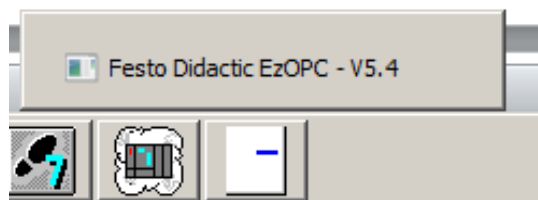
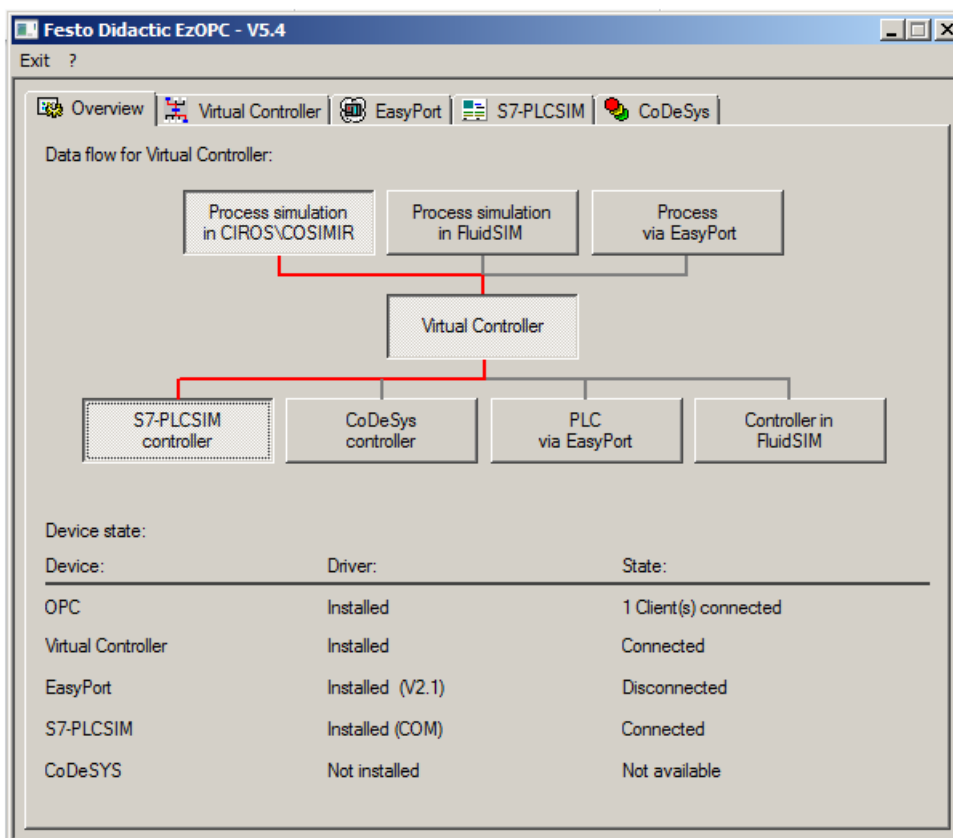

Рисунок 23 – Новое окно в панели задач Windows - EzOPC v5.4
Рисунок 24 – Окно EzOPC
- для запуска эмуляции работы стенда необходимо нажать кнопку  панели инструментов или выбрать команду меню *Simulation* → *Start (F5)*. Это приведет к тому, что в панели задач Windows появится новое окно (рисунок 23) , которое открываем на весь экран (рисунок 24);
- далее необходимо убедиться, что компоненты OPC, Virtual Controller и S7-PLCSIM находятся в статусе «connected». Если хотя бы один из статусов не совпадает, то это означает, что связь не установлена. Так же надо убедиться, что проведена связь между компонентами Process simulation in CIROS\COSIMIR + Virtual Controller + S7-PLCSIM controller (рисунок 24);